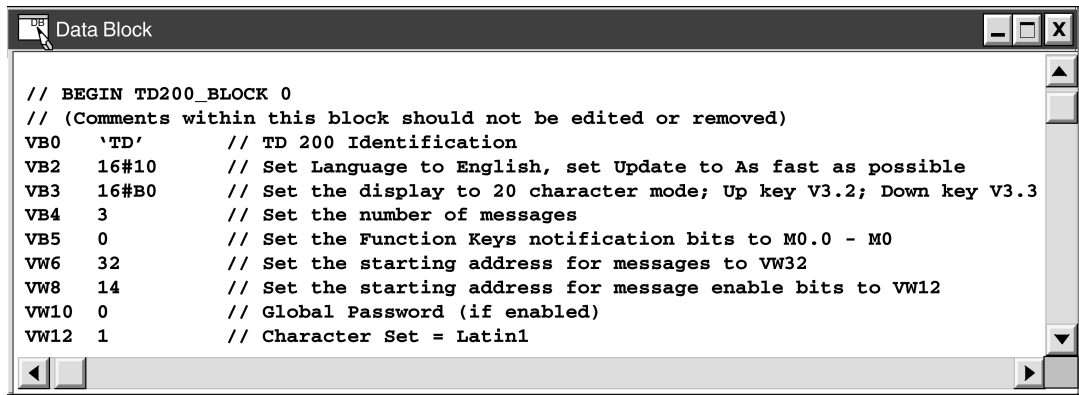

图 E-2 数据块显示一个采样 TD 200 组态
1. 选择菜单命令 **V**iew>**D**ata Block。数据块对话框出现（如图 E-2）。
在下面的步骤中，需要改动的地方的地址用距组态开始时地址的字节偏移量来定义。组态时的开始地址用“TD”符号标明。在图 E-2 的代码行中“VB0 ‘TD’”表明 TD 200 的组态地址从 VB0 开始。为了确定需要修改的地方，必须将以下步骤中定义的偏移量与组态开始地址相加。
例如，在图 E-2 的 VB2 行是 16#10，其中“1”表示选用英语，如果将语言改为中文，修改此行为“VB2 16#60”。
3. 3 字节偏移量：为了引导 TD 200 使用可选字符集，用户必须将该字节的最高有效位置位。可以用十六进制数运算，将十六进制 80 加到该位置的当前值上。图 E-2 中为采用了可选字符集，将此行的 VB3 修改为 16#B0。
4. 8 字节偏移量：确保定义消息使能位起始地址的值至少比组态开始地址大 14 字节。在图 E-2 中，VW8 应比 VB0 大 14 个字节。如果用户使用的是早期版本 TD 200 Wizard(“VM8 12”)建议使用的缺省值 12，应该将此值改为 “VW8 14”。
5. 10 字节偏移量：确保为口令设置一个占位符。如果由一个口令入口，用户不再需要做任何工作。如果该偏移量中无入口，则应该输入一个 0 作为占位符。在图 E-2 中 “VW10 0” 中的 “0” 表示输入的是一个占位符。
6. 12 字节偏移量：用户消息规定符号集。参考表 E-2 的说明，以决定需要输入的数值。图 E-2 中 “VW12 1” 表示 TD 200 组态用户消息将使用拉丁文-1 的字符集。